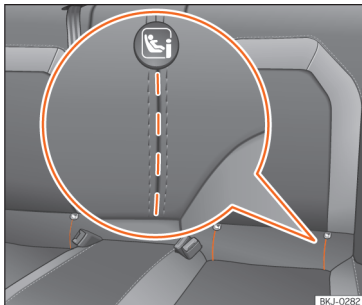

Abb. 38 Rücksitz: eingetragte Schlitze für Zugriff auf die ISOFIX/i-Size-Halteösen.
Der Einbauort der ISOFIX/i-Size-Befestigungspunkte ist durch ein Symbol »» (Abb. 38) gekennzeichnet. Bei bestimmten Fahrzeugen sind die Halteösen am Sitzgerüst, bei anderen am Ladeboden befestigt.
- Öffnen Sie vorab per Hand den eingetragten Bereich hinter den markierten Schlitzen, um an die Halteösen zu gelangen »» (Abb. 38).